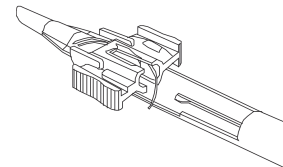

図 9
9. カートリッジ上に描かれたレンズの絵が上になるようにカートリッジをハンドピースに取り付ける(図 9)。